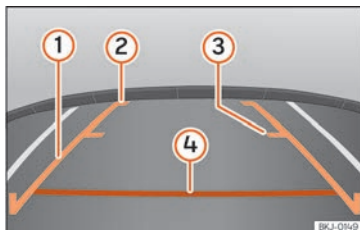

Fig. 174 Visualización en la pantalla del sistema de infotainment: líneas de orientación.
- La carga del vehículo modifica la representación de las líneas de orientación »» fig. 174. La anchura que las mismas representan, disminuye con el nivel de carga. Ponga atención al entorno cuando el interior o el maletero están cargados.
» **fig. 174**